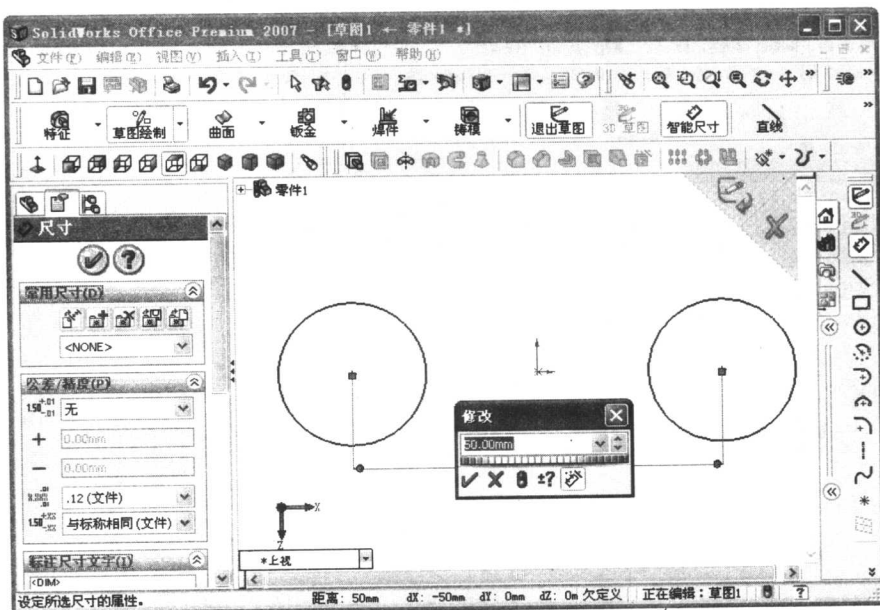

图 1.10 尺寸修改对话框
(5) 单击 CommandManager 工具栏上的“智能尺寸”按钮 ，将鼠标指针移动到左边圆中心位置单击，然后将鼠标指针移动到右边圆中心位置单击，弹出尺寸“修改”对话框，输入尺寸值为 50mm，单击确定按钮  确认尺寸，如图 1.10 所示。